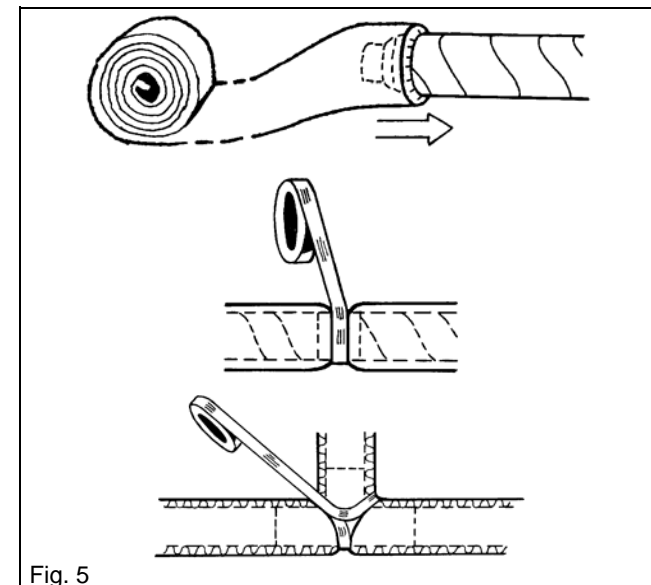

Fig. 5
### Kondens-/varmeisolering (Fig. 5)
**Kondensbildung/Wärmedämmung (Fig. 5)**
**Condensation/heat insulation (Fig. 5)**